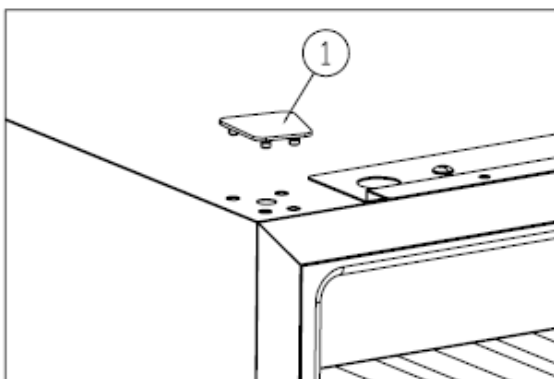

Figure 3
Verwijder het deksel (1). [Figure 3]